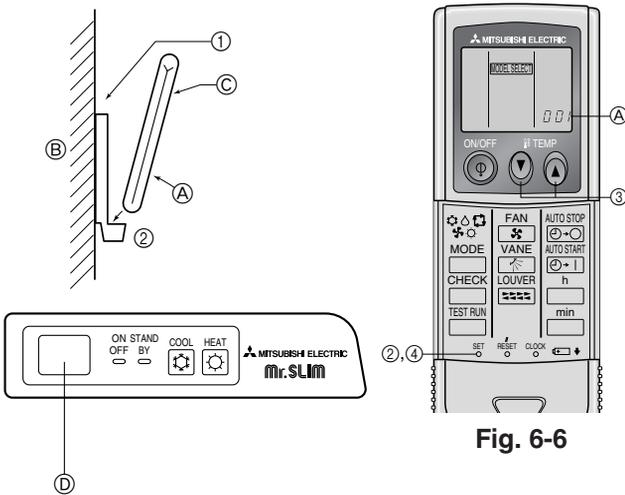

Fig. 6-5
2) Метод установки (Fig. 6-5)
① Закрепите держатель пульта дистанционного управления в выбранном Вами месте с помощью двух самонарезающих винтов.
② Вставьте низ пульта в держатель.